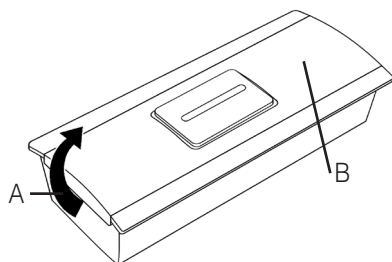

Figure 3: Bouton d'appel
a) Ôter d'abord le cache en plastique transparent en le soulevant par un côté (fig. 3 A). Utiliser pour cela un petit tournevis.
c) Vous pouvez maintenant ouvrir la petite vis (fig. 3 B) avec un petit tournevis cruciforme et retirer la partie avant du bouton d'appel derrière lequel se trouve la platine avec la pile.